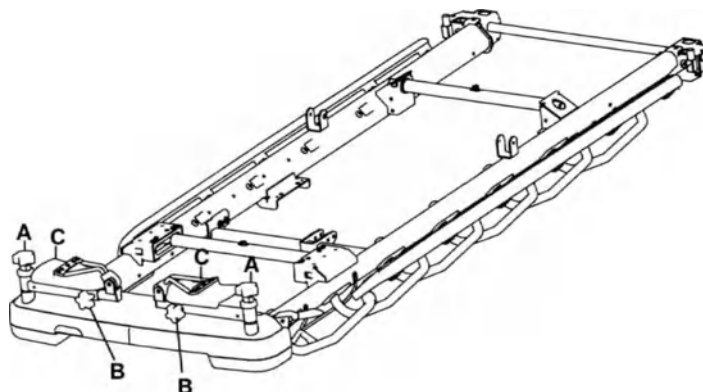

Рисунок 24 – Складывание подножек
3. Ослабьте ножную ручку (B) в боковой части подножек, чтобы отрегулировать длину.
4. Затяните ножную ручку (B), чтобы зафиксировать подножки в требуемом положении.
5. Откиньте подножки (C) вверх, прежде чем помещать пациента на изделие.
6. Выполните эти действия в обратном порядке, чтобы сложить подножки (Рисунок 24).